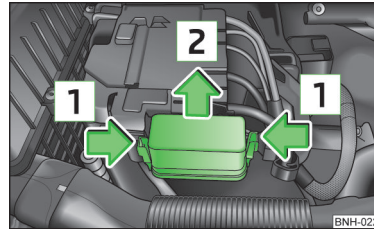
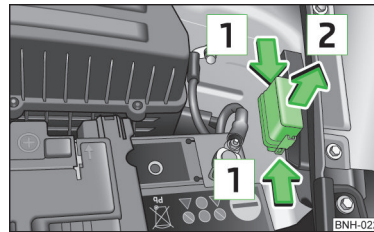

Abb. 167
Abb. 168
- » Abb. 167 bzw. » Abb. 168 zusammendrücken.